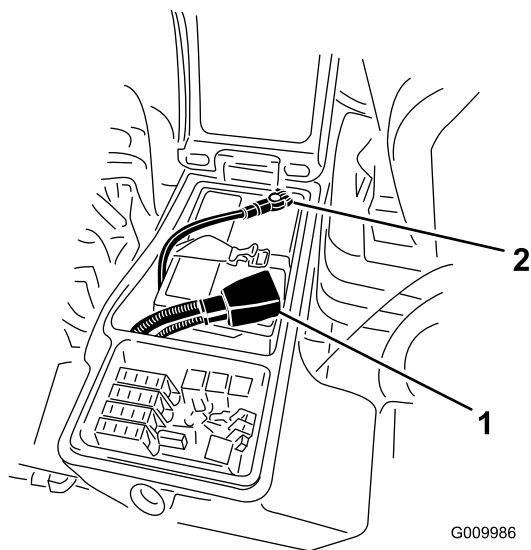

Рисунок 50
6. Подсоедините положительный кабель (красный) к положительной клемме (+), а отрицательный кабель (черный) — к отрицательной (-) клемме аккумуляторной батареи (Рисунок 50).